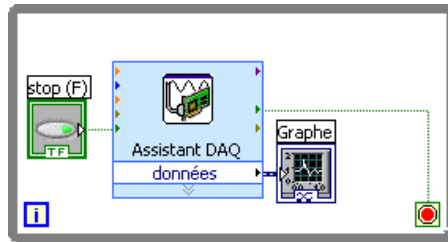

Figure 4-2. Diagramme du VI Read Voltage
7. Cliquez sur le bouton **Oui**. LabVIEW place une boucle While autour du VI Express Assistant DAQ et de l'indicateur graphe. Sur le diagramme, un bouton STOP apparaît câblé à l'entrée **stop** du VI Express Assistant DAQ. La sortie **arrêtée** du VI Express est câblée au terminal de condition de la boucle While. Le diagramme devrait maintenant être semblable à la figure 4-2.